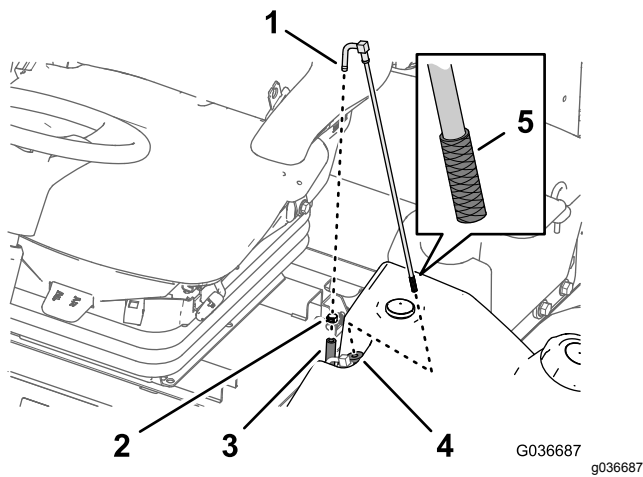

Bild 73
1. Entfernen Sie die Schlauchklemme, mit der der Kraftstoffzulaufschlauch am Anschlussstück des Kraftstoffansaugschlauchs befestigt ist (Bild 73).
- Schließen Sie den Schlauch vom Anschlussstück ab (Bild 73).
- Nehmen Sie den Kraftstoffansaugschlauch vom Kraftstofftank ab (Bild 73).
- Reinigen Sie das Sieb am Ende des Kraftstoffansaugschlauchs (Bild 73).
- Stecken Sie den Kraftstoffansaugschlauch durch die Gummibüchse in den Kraftstofftank (Bild 73).